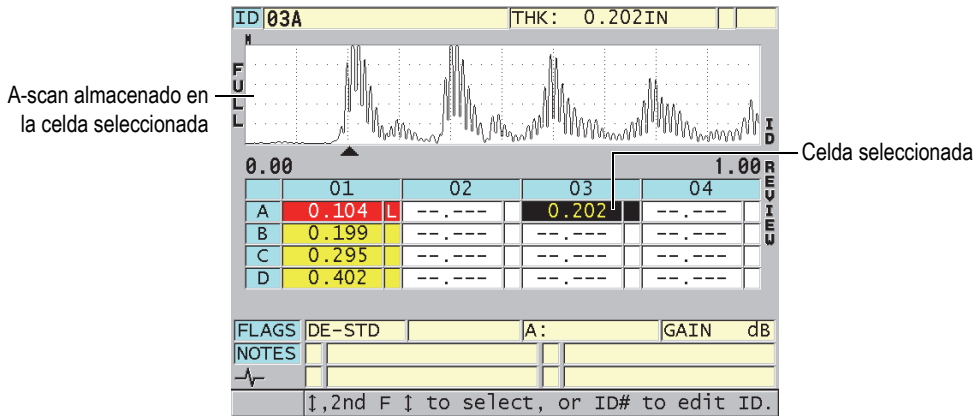

Figura 10-13 Celda seleccionada en la matriz BD dentro de la pantalla del N.º de identificación consultado
3. En la pantalla de consulta de los números de identificación (ver Figura 10-13 en la página 183):